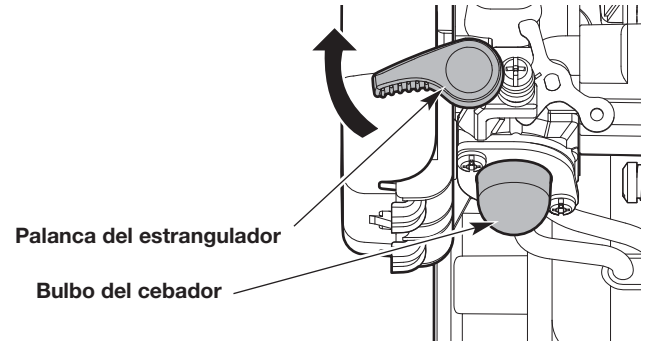

Fig. 8
3. Oprima y suelte despacio la pera del cebador **10 veces** (Fig. 8). Si no se ve combustible en la pera del cebador, oprima y suelte la pera hasta que se vea el combustible.
4. **NO** apriete el control del acelerador. De vuelta la palanca del cebador en el sentido de las agujas del reloj hasta que encaje bien en su lugar (Fig. 8).
4. **NO** apriete el control del acelerador. Gire la palanca del estrangulador hacia la derecha hasta que haga clic en la posición **START** (arranque) (Fig. 8).